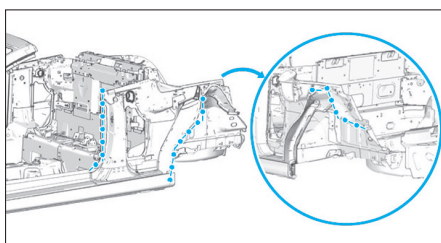

FIG. 75
- Nettoyer et apprêter les accostages (Fig.75).